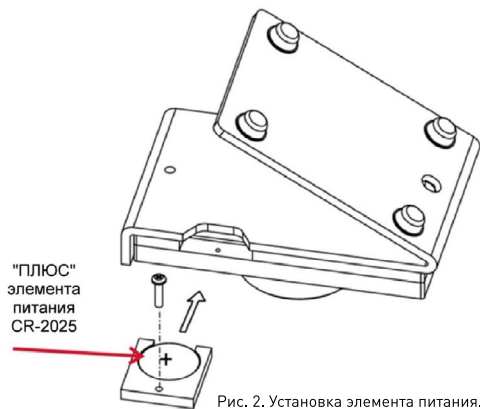

Рис. 2. Установка элемента питания.
3.2. Установите элемент питания в контейнер и установите контейнер в панель, соблюдая полярность, как указано на Рис. 2. Закрепите контейнер в панели при помощи винта.